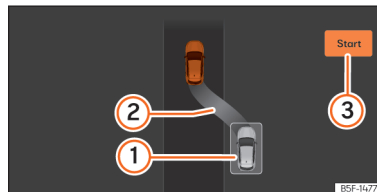

Fig. 158 Pe afișajul panoului de instrumente: ieșirea din parcare perpendiculară.
- Mergeți în marșarier până când se activează semnalul continuu ParkPilot; **SAU**: mergeți în marșarier până când pe afișajul panoului de instrumente apare indicația de deplasare înainte. Bara de progres **(3)** »» **fig. 158** indică distanța care trebuie parcursă.